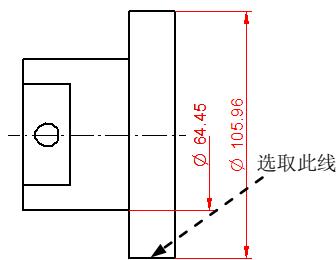

图 8.2.40 对称直径尺寸标注 2
Step4. 选择图 8.2.40 所示的线为测量对象，在“对称直径”命令条中单击 按钮，将对称直径显示设为为全部显示，然后在合适的位置放置。